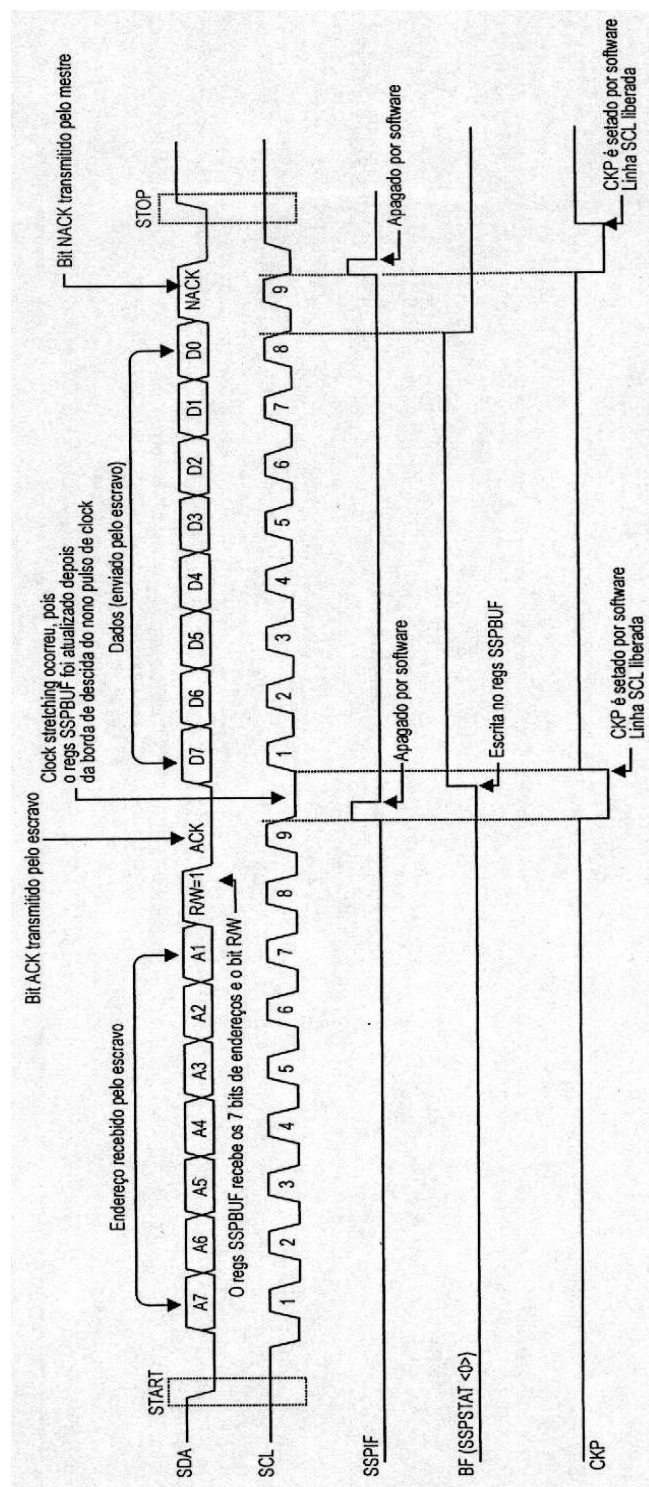

Figura 8.34: Temporização I²C modo Escravo na transmissão e endereço de 7 bits.
a) Detalhando uma transmissão com endereço de 7 bits (Figura 8.34):
- III) O escravo receberá um byte com 7 bits de endereço e mais o bit R/W = 1, durante os 8 pulsos de clock. O bit R/W (SSPSTAT<2>) = 1, indicando leitura. Como o byte recebido é um endereço, então o bit D/A (SSPSTAT<5>) será apagado (0).